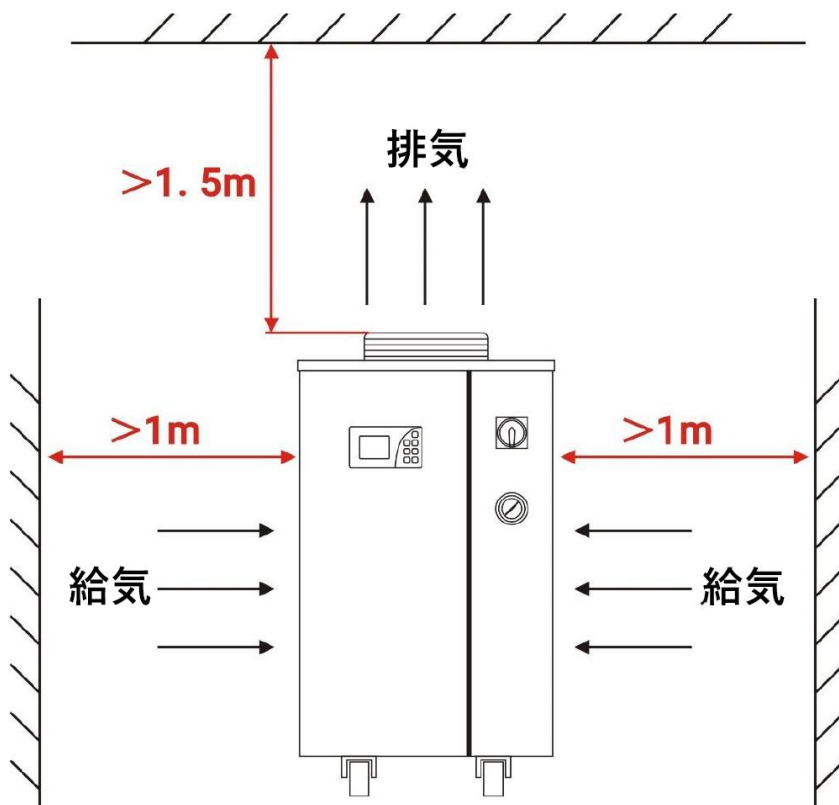

図 3: 設置に必要なスペース
(3) 冷却効果に影響が出るので、水冷機上部の排気口の1.5mと、側面の給気口の1m周辺に物を置かないでください。(図3参照)